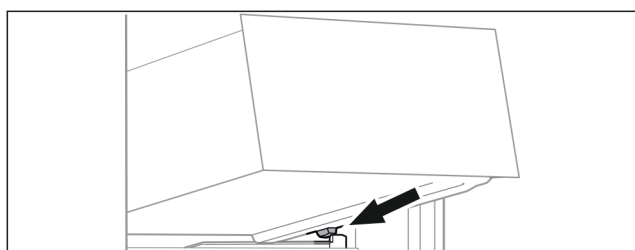

Fig. 60
- Schubfach schräg hinter den Stoppern auf Behälterrippe aufsetzen. (siehe Fig. 60)